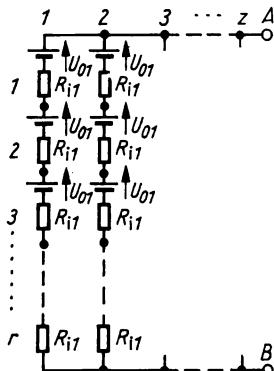

Bild 127
- 7.24** 1. Eine Reihe von r Spannungsquellen (Bild 127) hat die Ersatzurspannung $U_{0r} = rU_{01}$ und den Ersatzwiderstand $R_{i1} = rR_{i1}$. Bei Parallelschaltung mehrerer Reihen mit r Widerständen ändert sich die Urspannung nicht. Die Leerlaufspannung ist gleich der Urspannung